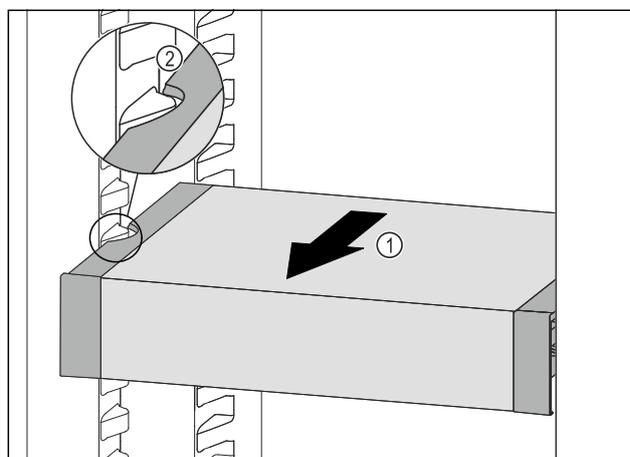

Fig. 92
- Tirer le VarioSafe vers l'avant *Fig. 92 (1)* jusqu'à ce que les encoches latérales du VarioSafe se trouvent au niveau de la nervure du bac dans la partie réfrigérateur. *Fig. 92 (2)*